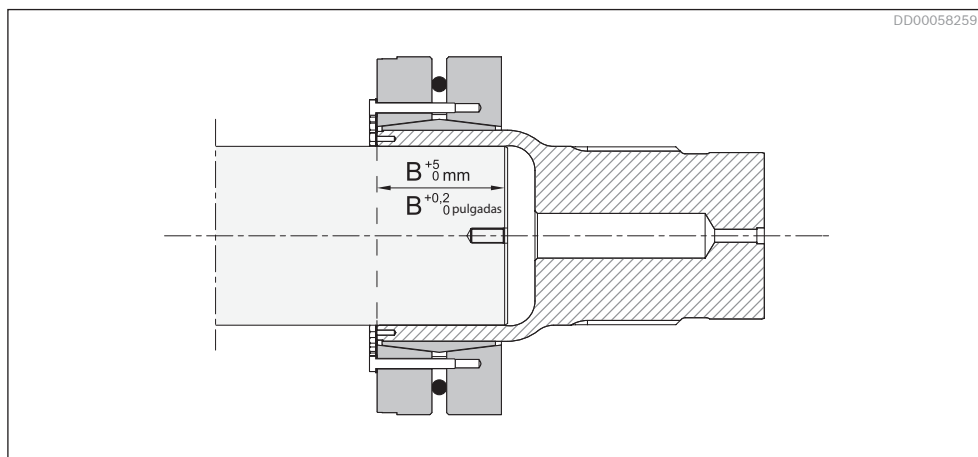
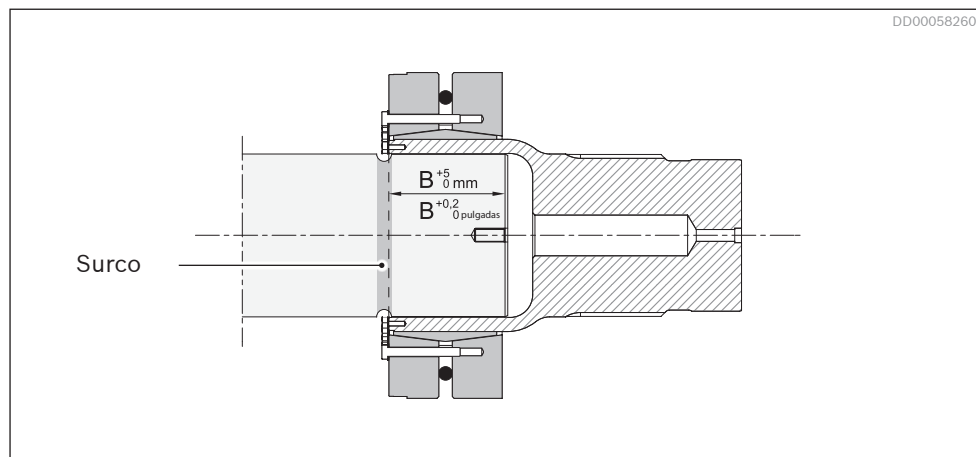
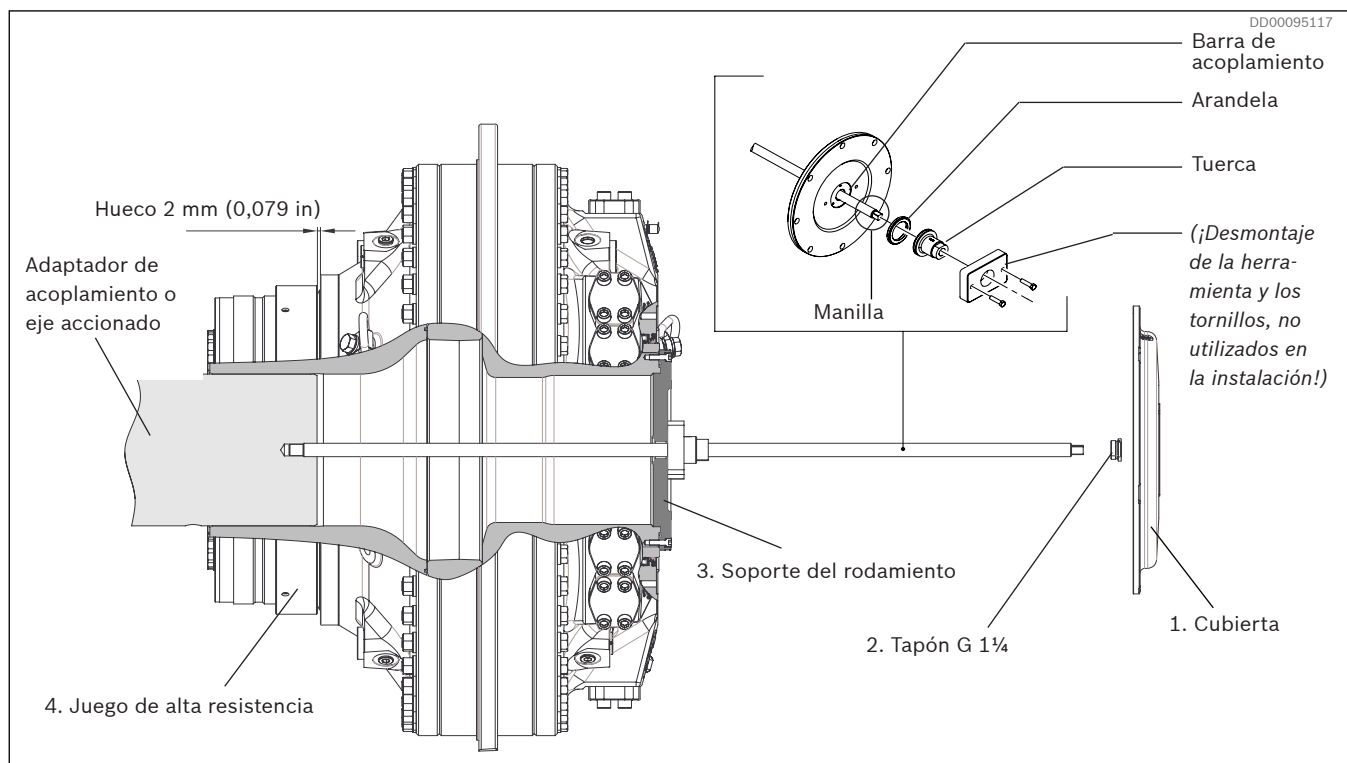

Fig. 42: Eje accionado sin surco de alivio de tensión
Fig. 43: Eje accionado con surco de alivio de tensión
Fig. 48: Instalación del motor de acoplamiento con la herramienta de instalación
5. Tire del adaptador de acoplamiento hacia el eje girando la tuerca en la herramienta de instalación hasta la profundidad indicada (medidas B, ver *Fig. 42* y *Fig. 43* y *Tabla 14*).
Asegúrese de que se utiliza toda la longitud de sujeción, por ejemplo, midiendo y haciendo marcas en el eje accionado. Esto es de especial importancia cuando el eje accionado tiene un surco de alivio de tensión. Ver Fig. 42, Fig. 43 y Tabla 14.
1. Retire la cubierta del extremo (1) junto con los tornillos y las arandelas.
2. Quite el tapón G 1¼ (2).
4. Instale la herramienta de instalación pasando la barra de acoplamiento por el centro del motor, y atorníllela al eje accionado utilizando la manilla de la llave que hay en el extremo de la herramienta. Coloque la arandela y después la tuerca bien apretadas en el soporte del rodamiento (3). Ver Fig. 48.
5. Tire del motor hacia el eje girando la tuerca de la herramienta de instalación hasta que se logre la longitud indicada en la Tabla 14, se obtiene; ver Fig. 42 y Fig. 43.
8. Vuelva a colocar el tapón G1¼ (2).
9. Vuelva a colocar la cubierta final (3) y apriete los tornillos junto con las arandelas. Par 81 Nm (59 lbf·ft).
10. Ajuste el juego de alta resistencia (4) siguiendo Fig. 48 y apriete transversalmente los tornillos de freno M10 gradualmente hasta llegar a 25 Nm (18 lbf ft).
11. Compruebe el hueco siguiendo Fig. 48 después de probar el accionamiento
6. Asegúrese de que se utiliza toda la longitud de sujeción, por ejemplo, midiendo y haciendo marcas en el eje accionado. Esto es de especial importancia cuando el eje accionado tiene un surco de alivio de tensión. Ver Fig. 42, Fig. 43 y Tabla 14.